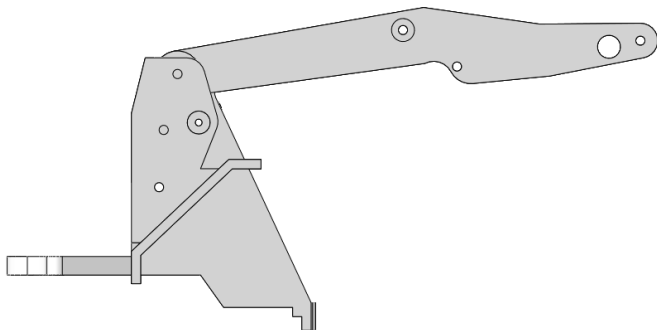

图 13-80 放置连接件
2) 定位连接件。单击“开始装配体”属性管理器中的“浏览”按钮，系统弹出“打开”对话框，选择已创建的“连接件”装配体文件，这时对话框的浏览区中将显示零件的预览结果。在“打开”对话框中单击“打开”按钮，系统进入装配界面，光标变为形状，在左侧“开始装配体”属性管理器中，单击（确定）按钮，将连接件放入装配界面中，如图 13-80 所示。